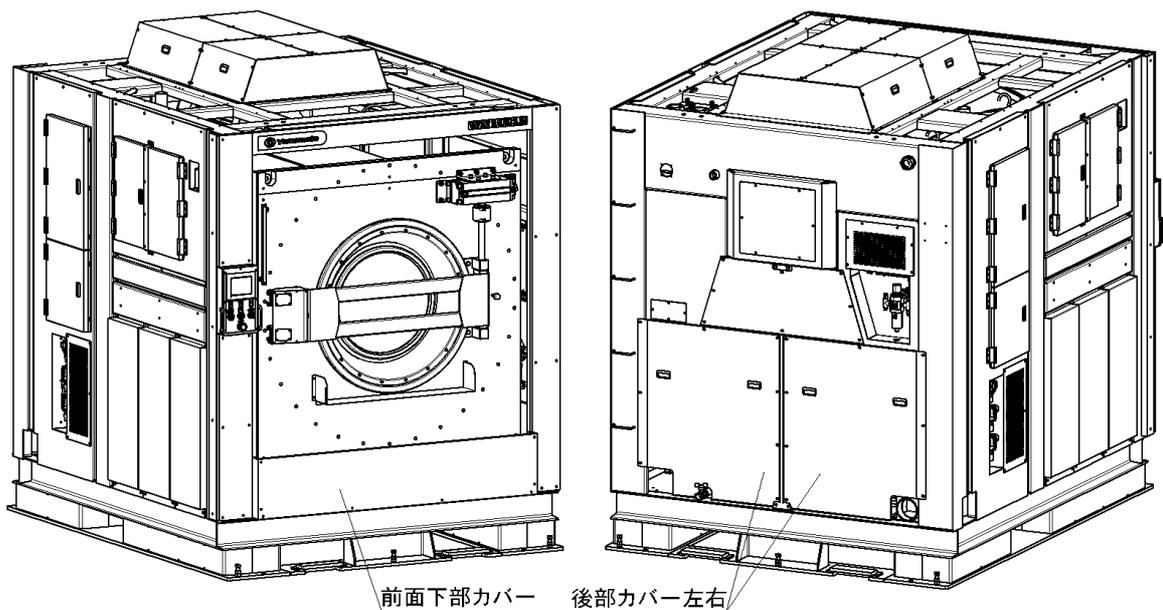

図 4-4
4. 4 輸送止め金具の取り外し(図 4-4 図 4-5)
- 1) 前面下部カバー、後部カバー左右を外します。(図 4-4)